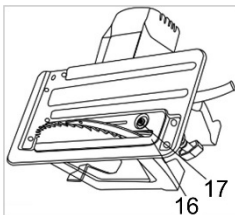

Рисунок 2
3.6.1 З натиском встановити додаткову накладку опорної платформи (16, рисунок 2) на призначене їй місце так, щоб пиляльний диск не торкався накладки, зафіксуєте в цьому положенні за допомогою шайби та гвинта (17, рисунок 2).